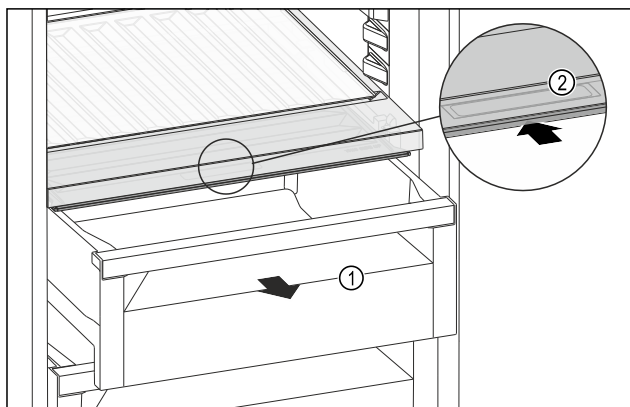

Fig. 104
- Zásuvku Fig. 104 (1) vytáhněte.
- Uchopte prohlubeň pro rukojeť Fig. 104 (2) na víku zásuvky a současně zasuněte víko zásuvky směrem dozadu.